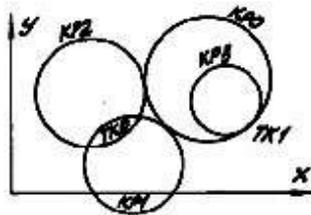

Рисунок 45
+ - признак внешнего касания окружностей, когда центры окружностей расположены по разные стороны от точки касания (см. рис. 45, окружности КР0, КР1);
- - признак внутреннего касания окружностей, когда центры окружностей расположены по одну сторону от точки касания (см. рис. 45, окружности КР0, КР3);